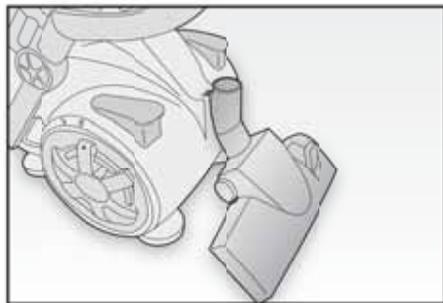

Fig. 5
Установить прибор, вставив щетку для пола (M) в расположенный сзади крюк (РИС. 5).